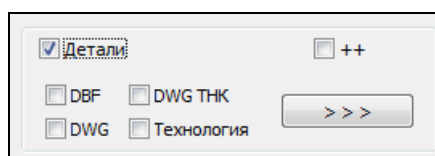

Рисунок 46. Область **Детали**
Для активации области **Детали** необходимо включить одноименный флажок (рис. 46).
- если выбрана опция **DBF** (см. рис. 46), то копируются данные в таблицы БД draws.dbf (чертеж), klsmater.dbf (материалы), spesp.dbf (детали);